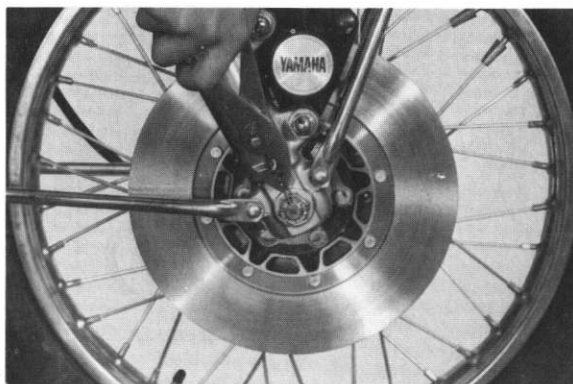

Fig. 13
- d) Install the axle securing nut cotter pin. If the castellated edges of the nut and the hole in the axle shaft do not line up, tighten the nut slightly to match. (Fig. 13)
Si les encoches de l'écrou crénelé ne correspondent pas au trou de l'axe, serrer légèrement cet écrou. (Fig. 13)
Falls die Schlitze der Mutter nicht mit dem Splintloch in der Achse fluchten, die Mutter leicht drehen, bis sie zum Splintloch paßt. (Abb. 13)